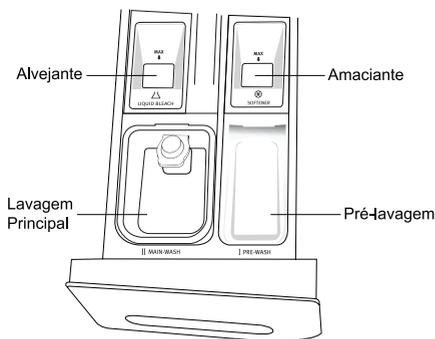

Figura 3
**Lembre-se de colocar o acessório na posição correta (Figura 3) quando for usar sabão líquido.**
Todas as vezes que você quiser utilizar sabão líquido, lembre-se de colocar este acessório (figura 2), conforme indicado na Figura 3
PRÉ-LAVAR	Habilita a pre-lavagem tornando ainda mais eficaz à limpeza de peças com sujeira muito pesada. Quando selecionado essa opção deve-se colocar sabão no compartimento apropriado da gaveta de sabão conforme figura 3.